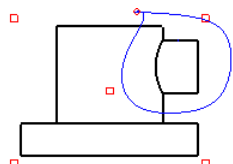

图 3.8.32 草绘轮廓线
(1) 设置剖视图选项。
- ① 在“绘图视图”对话框中，选取类别区域中的截面选项。
- ② 将截面选项设置为 2D 横截面，将模型边可见性设置为 总计，然后单击 按钮。
- ③ 在名称下拉列表框中选取剖截面 A（A 剖截面在零件模块中已提前创建），在剖切区域下拉列表框中选取局部选项。
(2) 绘制局部剖视图的边界线。
- ① 此时系统提示 的提示下，直接绘制图 3.8.32 所示的样条线来定义局部剖视图的边界，当绘制到封闭时，单击中键结束绘制。